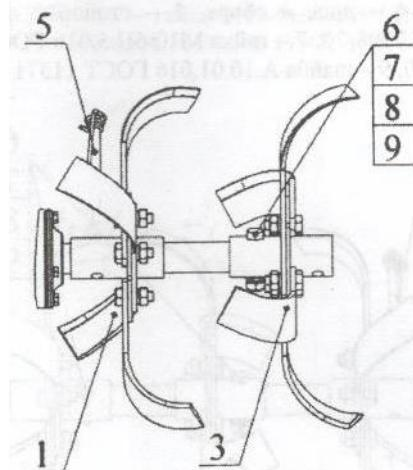

Рис. 4
- Вставьте фрезу 1 (см. Рис. 4) во втулку фрезы 3, совместив отверстие фрезы 1 с отверстием во втулке фрезы 3, вставьте болт и зафиксируйте его гайкой 7 с шайбами 8, 9.
- Установите блоки фрез таким образом, что бы при движении мотоблока вперед острые кромки ножей были направлены по ходу вращения выходного вала редуктора. Совместите отверстия во втулке блоков фрез и выходного вала редуктора, вставьте стопора 5 (см. Рис. 4) и зафиксируйте их.